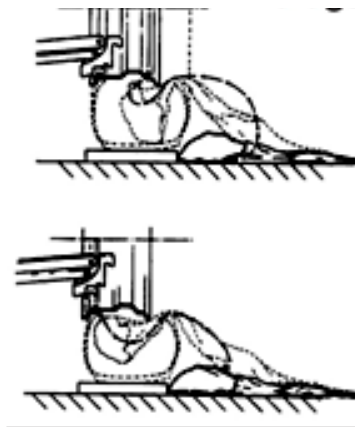

Fig 19
- (4) Установите шину на платформу и опустите консоль зажимного устройства (удерживайте фиксаторы в крайней верхней точке), чтобы сперва зацепить борт.
- (5) Поднимите обод с зафиксированным бортом шины и поверните его на 15-20 см против часовой стрелки. Шина будет располагаться под углом.
- (6) Переведите инструментальную консоль в нерабочее положение, установите ее ближе к внутренней части шины.
- (7) Убедитесь в том, что монтажный палец установлен правильно. В противном случае, разверните его на 180°.
- (8) Установите монтажный палец у внешнего края обода на расстоянии 5 мм от него.
- (9) Проверьте положение монтажного пальца и при необходимости измените его. Вращайте колесо против часовой стрелки до тех пор, пока тиски не окажутся в самой низкой точке. Сперва установите борт в правильное положение относительно обода, затем снимите тиски (рис. 19).
- (10) Отведите инструментальную консоль от шины.
- (11) Переведите инструментальную консоль в исходное положение, затем установите ее на внешней стороне шины.
- (12) Разверните инструмент на 180°.
- (13) Вращайте колесо до тех пор, пока ниппель не окажется в крайней нижней точке.
- (14) Установите платформу (10) под колесом и опустите консоль (5) так, чтобы шина оказалась на платформе. Установите платформу так, чтобы между шиной и ободом образовался небольшой зазор, необходимый для выемки камеры.